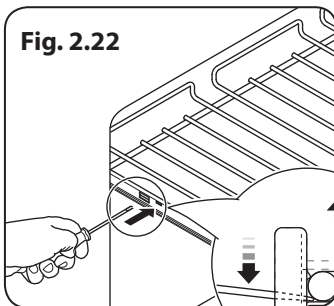

Fig. 2.22
2. Remarque : Pour aider le retrait du plateau vous pouvez insérer un outil plat adapté par l'ouverture du côté des glissières et levez la grille (**Fig. 2.22**).